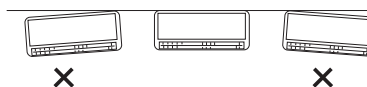

Fig. 3-39
- (2) Vuelva a realizar una comprobación con un nivelador de carpintero o cinta para medir para verificar que el panel se encuentra nivelado. Éste es un paso importante a la hora de instalar la unidad de forma correcta. (Fig. 3-39)